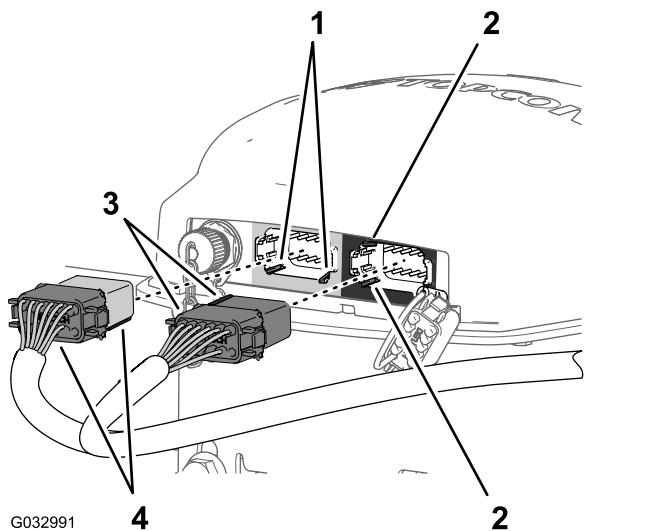

図 135
3. **灰色と黒色の 12 ソケットコネクタの長い方の側にある2本のキーを、ナビゲーション受信機の左側灰色 12 ピンコネクタの底部の水平面にある2本のスロットに合わせて接続する図 135。**
4. データ用ハーネスの **灰色と黒色の 12 ソケットコネクタ** を、ナビゲーション受信機の **左側灰色 12 ピンコネクタ** に接続する。カチッと音がしてロックするまで押し込むこと図 135。
5. データ用ハーネスの **黒色の 12 ソケットコネクタ** の短い方の側にある2本の整列キーを、ナビゲーション受信機の **右側黒色 12 ピンコネクタ** にある2本のスロットに合わせて接続する図 135。
6. データ用ハーネスの **灰色と黒色の 12 ソケットコネクタ** を、ナビゲーション受信機の **左側灰色 12 ピンコネクタ** に接続する。カチッと音がしてロックするまで確実に押し込むこと図 135。